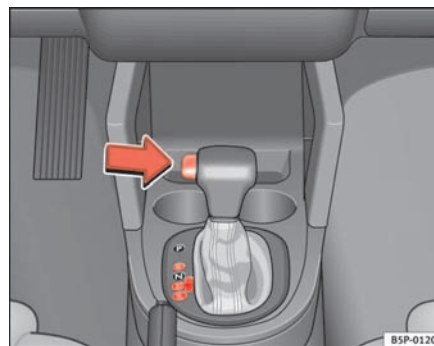

Abb. 136 Fahren
- Drücken Sie den Taster am Wählhebel (links am Wählhebel ⇒ Abb. 136).